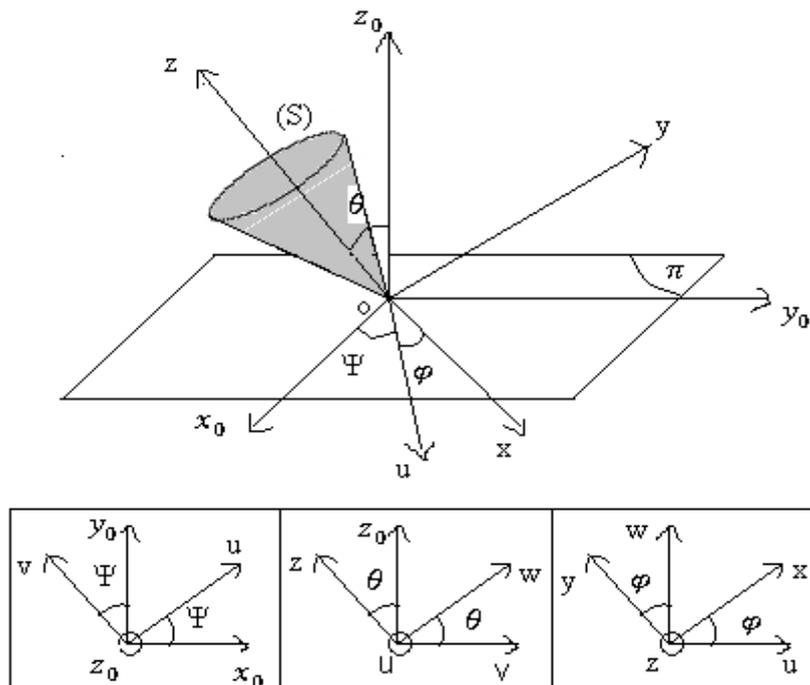

Figure V.3
Exercice 01. On considère un cône (S) d'axe de système de révolution (OZ) dont le point O reste immobile sur le plan (π), Figure V.3. tel que $R_0(O, \vec{x}_0, \vec{y}_0, \vec{z}_0)$ lié au plan (π), et $R(O, \vec{x}, \vec{y}, \vec{z})$ lié au solide (S).
La position de la base de (R) par rapport à (R_0) est définie par les angles d'Euler (Ψ, θ, φ). Comme le montre la Figure V.3.